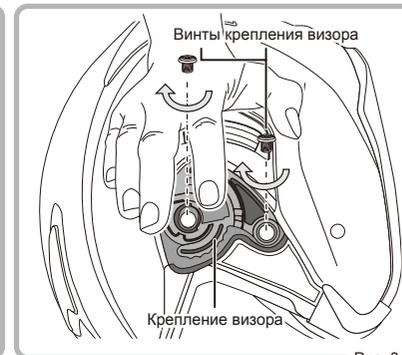

Рис. 3
- 3 Надежно закрутите каждый винт крепления визора по часовой стрелке. Повторите ту же последовательность на креплении визора с другой стороны шлема. Теперь установка креплений визора завершена (рис. 3).